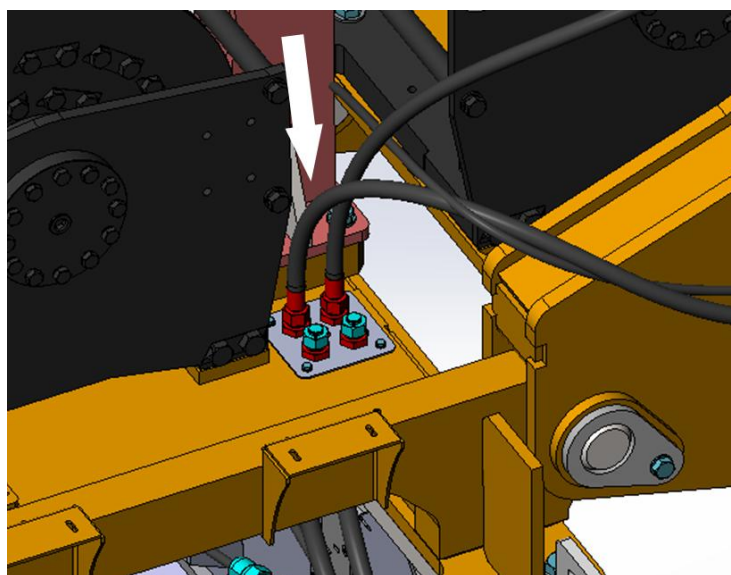

Рисунок 3.97. Подключение гидролинии
- Подключить гидролинии (рукава, подключенные к распределителю, показаны стрелками, см. рис.3.97) стрелы-опоры к распределителю трактора, предварительно демонтировав транспортные заглушки.